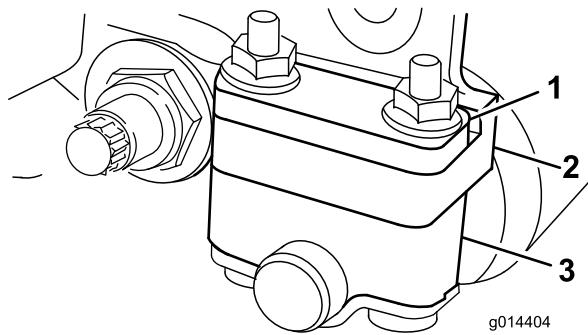

图6
根据您想要的剪草高度范围，需要将后滚筒支架（图6 或 图7）调整到较低或较高的位置：
- 当剪草高度设置介于 1/16 至 1/4 英寸之间时，将隔片放在侧板安装法兰的上方（出厂设置）（图6）。
4. 需要时，将隔片放入滚筒支架上方或下方的螺丝上（图6 或 图7）。